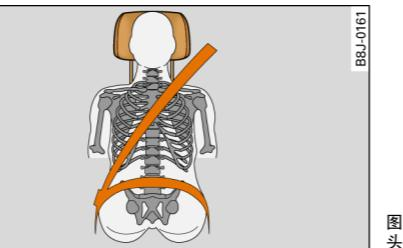
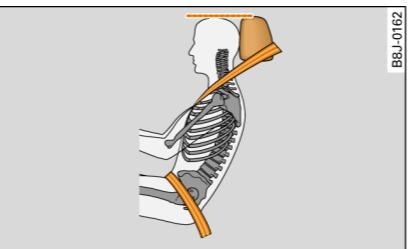

图 194 已正确调整好的头枕（从前面看）
图 195 已正确调整好的头枕（从侧面看）
- 调节好头枕，使头枕的上沿与头顶成一条线 ⇒ 图 194 和 ⇒ 图 195。